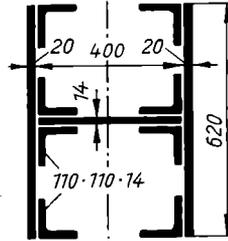

Bild 21
39. Ein Diagonalstab des Fachwerks einer großen Brücke hat den in Bild 21 skizzierten Querschnitt und 16,5 m Länge. Er wird durch eine Zugkraft von 520 Mp beansprucht. Gesucht werden **a)** die Querschnittsfläche unter Vernachlässigung der Nietlöcher; **b)** die im Querschnitt auftretende Zugspannung; **c)** die Längenänderung des Stabes infolge der Zugbelastung. $E = 2100000 \text{ kp/cm}^2$ für St 37.